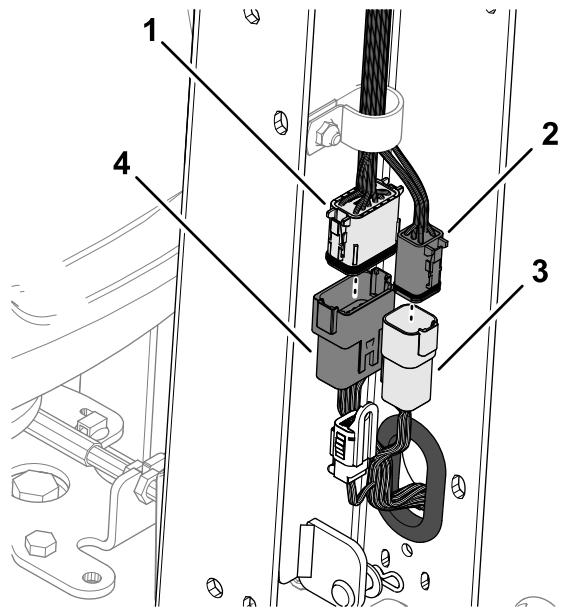

図 9
2. マシンのハーネスの12ピンコネクタを、ハンドルバーのワイヤハーネスの12ソケットコネクタに接続する図 9。